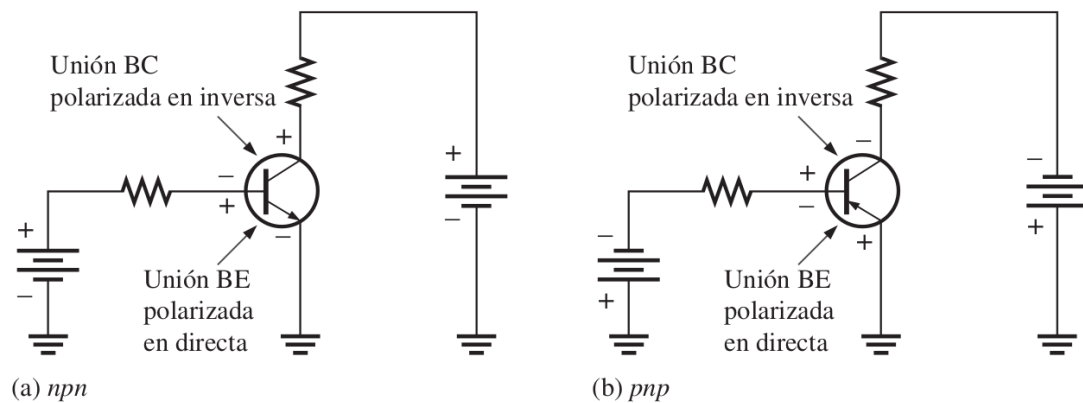

Figura 2: Polarización en directa-inversa de un BJT.
La figura 2 muestra los arreglos para polarización tanto de BJT nnp como $pnnp$ para que operen como **amplificador**. Observe que en ambos casos la unión base-emisor (BE) está polarizada en directa y la unión base-colector (BC) polarizada en inversa. Esta condición se llama *polarización en directa-inversa*.